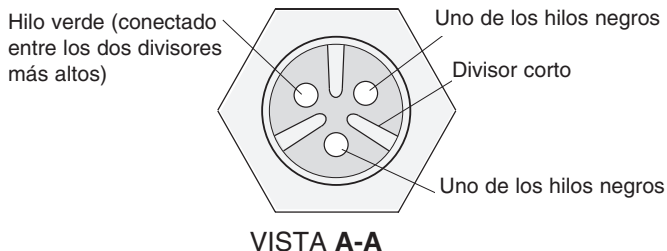

Figura 1
Si no se requiere ningún otro tipo de servicio, invierta las instrucciones que preceden, para volver a armar la bomba. Vuelva a conectar los hilos conectores del motor según se ilustra en la Figura 1, llene con aceite dieléctrico limpio (Repuesto No. U197-8A), verifique el nivel del aceite y vuelva a colocar el tapón de relleno. El aceite debe cubrir el devanado del motor.
10. Vuelva a conectar los hilos conductores del motor según se ilustra en la Figura 1.